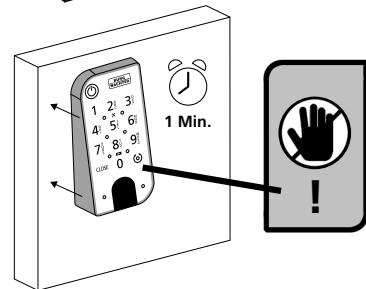

Abb. 9
- ④ Drücken Sie die Tastatur etwa eine Minute gegen die Wand (Abb. 9).